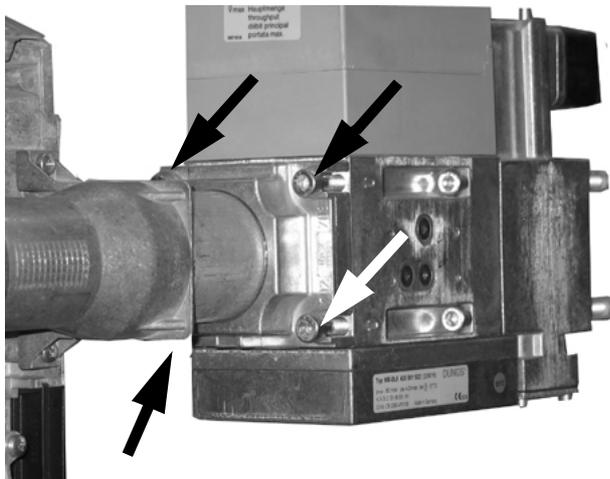

Fig. 59
- 2 Desmonte el Multibloc de la brida, quitando los 4 tornillos Allen (Fig. 59).